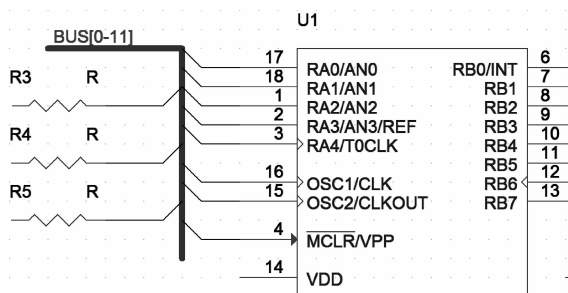

图 6-59 对总线命名
- 1) 对总线进行命名。有以下三种形式：BUS[0..11]、BUS [0:11]和 BUS [0 - 11]，其中“[”与数字、字母间不能有空格，如图 6-59 所示。